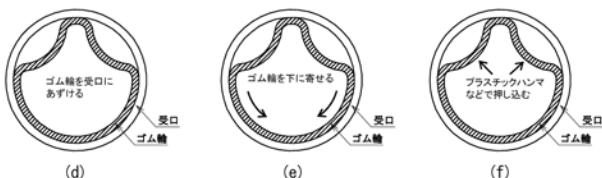

図12 ゴム輪のセット
- (2) ゴム輪を清掃し、ヒール部を手前にして図12(a)に示す形にして受口内面におさめる。その後、ヒール部と受口の間に隙間ができないよう図12(b)に示すようにゴム輪を上部に寄せる。その後、凹みを手やプラスチックハンマなどで押しながら受口内面の所定の位置に装着する(図12(c))。
ゴム輪がセットしにくい場合は、図12(d)に示すように、凹みを2ヶ所作り、受口内面におさめる。その後、ヒール部と受口の間に隙間ができないよう図12(e)に示すようにゴム輪を下部に寄せ、凹みを手やプラスチックハンマなどで押しながら受口内面の所定の位置に装着する(図12(f))。